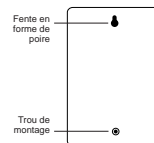

FIGURE 19 : Arrière du boîtier du programmeur
- Glissez la fente en forme de poire, située à l'arrière du programmeur, sur la vis en saillie [voir la figure 19].